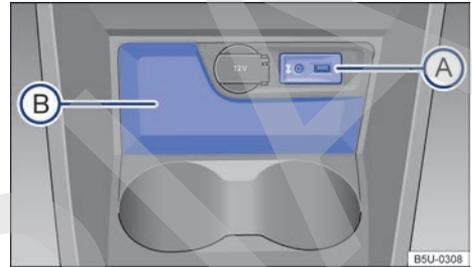

Fig. 78 En la consola central delantera: portaobjetos.
En la consola central delantera hay un portaobjetos abierto → **fig. 78** (B).